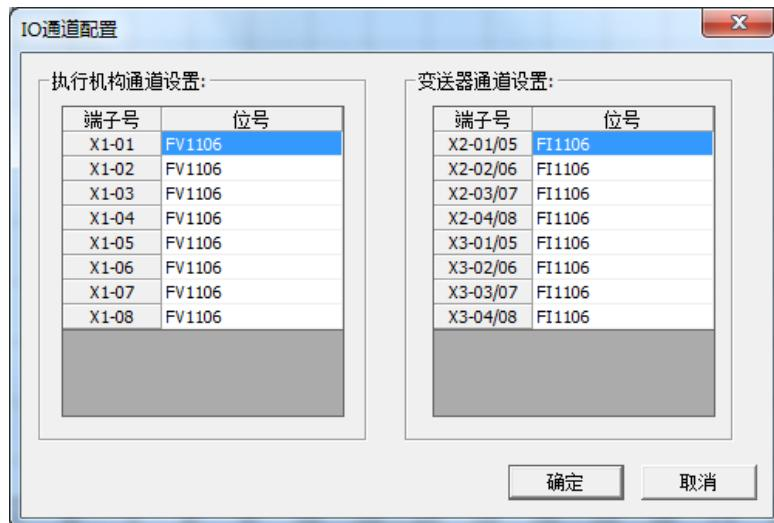

图 2a
2、在弹出的对话框里，分别选择当前实验要使用的执行机构和变送器分别对应的模拟量输入输出通道。如图 2a/b 所示，可以在位号一栏中，用鼠标点击下拉框，在弹出的位号列表中进行选择。端子号的命名请参考下一节。